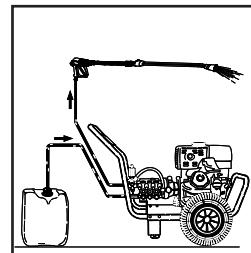

FIG. 10
1) Etter bruk med vaskemiddel må du skylle oppsugingskretsen. Stikk oppsugingsslangen for vaskemiddel (fig. 10) inn en beholder med rent vann og sett i gang pumpen i 1 minutt med doseringsskransen helt åpen og lansen i utførselsmodus.
**4)** Etter bruk med vaskemiddel må du skylle oppsugingskretsen. Stikk oppsugingsslangen for vaskemiddel (fig. 10) inn en beholder med rent vann og sett i gang pumpen i 1 minut med lansen i utførselsmodus.